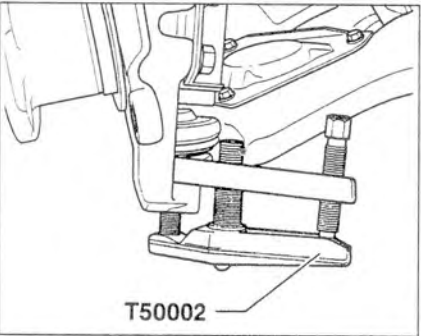

Рис. 6.9. Выпрессуйте нижнюю шаровую опору из поворотного кулака с помощью съемника T50002.
10. Выпрессуйте нижнюю шаровую опору из поворотного кулака с помощью съемника T50002 (рис. 6.9).